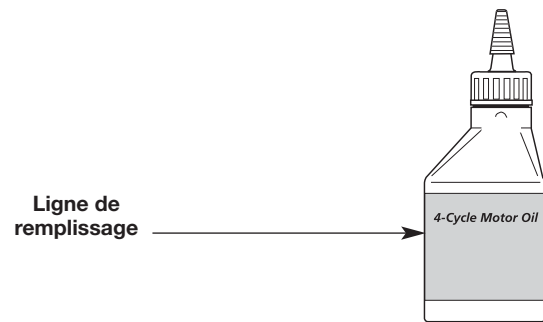

Fig. 14
**REMARQUE :** Utilisez la bouteille d'huile vide conservée lors de la première utilisation pour mesurer la quantité adéquate d'huile. Remplissez la bouteille d'huile jusqu'à la ligne de remplissage de 60 ml (2,03 oz liq.) indiquée au dos de la bouteille (Fig. 14).